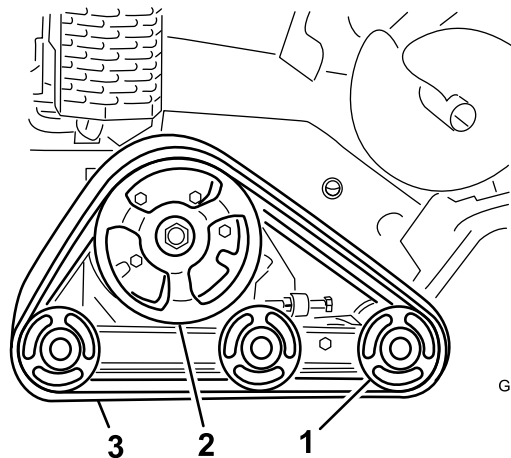

Figura 54
**Importante:** Assicuratevi di pulire a fondo le ruote non motrici e la ruota motrice (Figura 54). Quando sono pulite, le ruote non motrici devono girare liberamente.